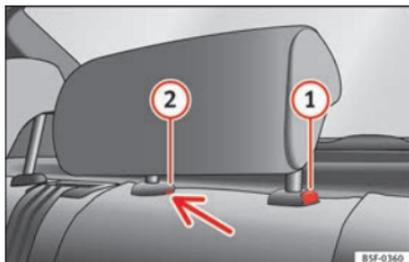

Fig. 146 Poggiatesta per il sedile posteriore centrale: punto di sblocco.
- Per regolare il poggiatesta ad un'altezza inferiore, premere il tasto  » **fig. 146** e farlo scorrere verso il basso.
- Premere il tasto  » **fig. 146**, premendo al tempo stesso attraverso il foro della sicura  » **fig. 146** con un cacciavite piatto di massimo 5 mm di larghezza e ritirare il poggiatesta.